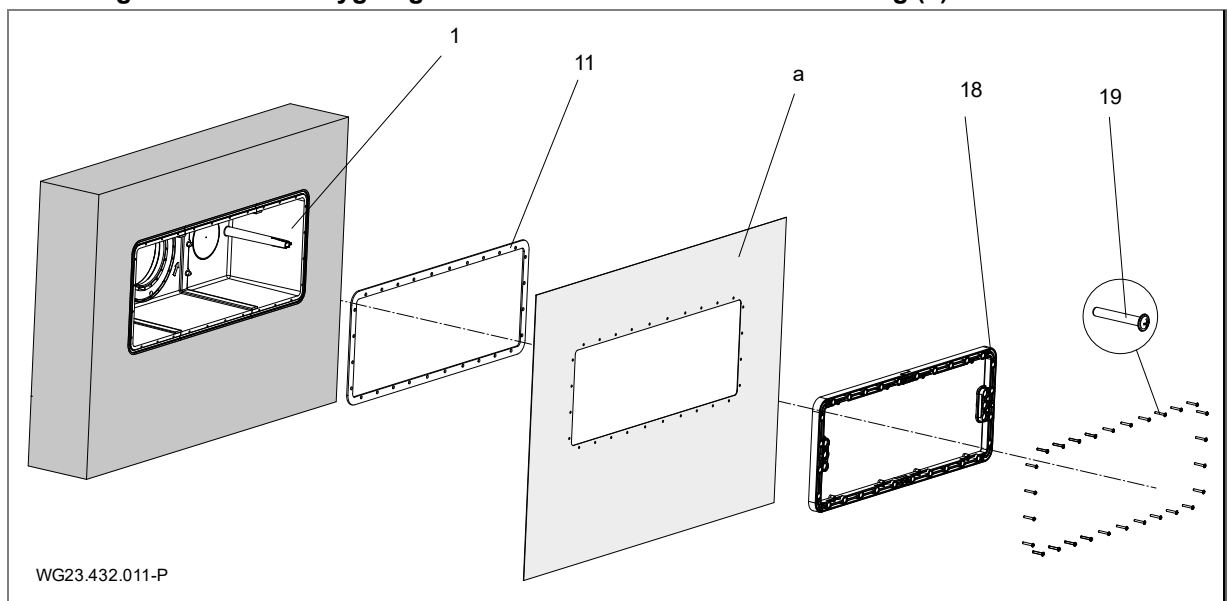

Fig. 7
Det anbefales at oprette en omløbende ring af epoxidharpiks/kvartssand på ydersiden af huset (1), der vender mod bassinet, for at tætte det mod betonvæggen. Se "Fig. 7" på side 16.